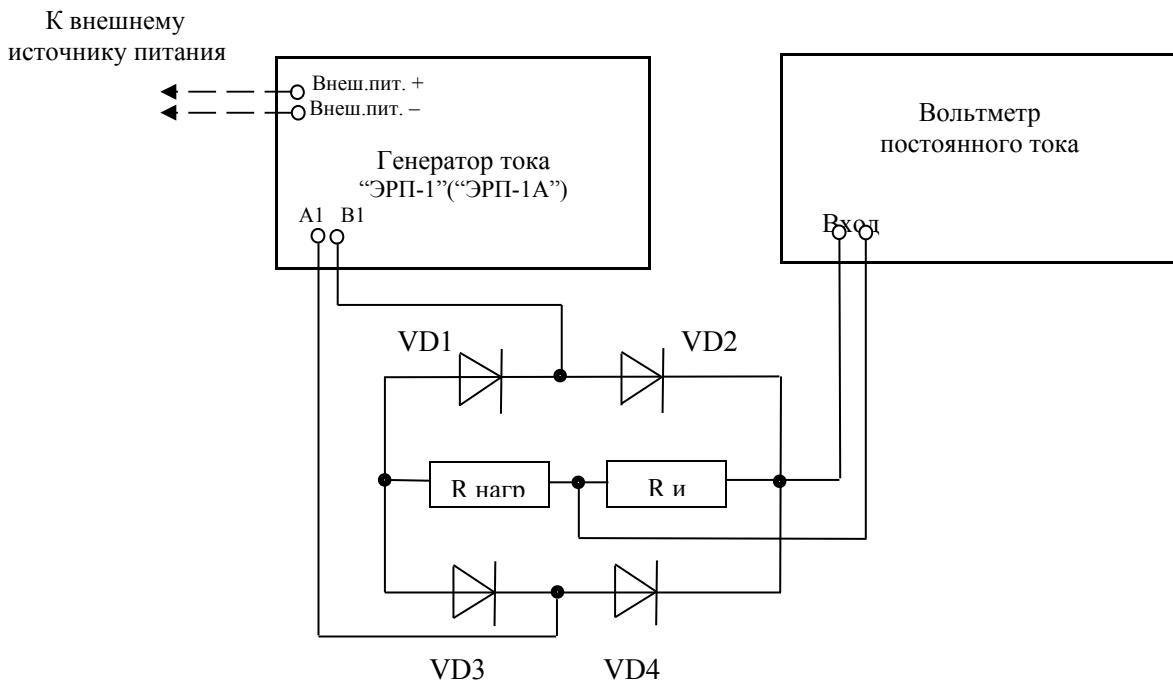

Рисунок 58
8.3.5.5.2 Подключить к генератору резистор нагрузки $R_{\text{НАГР}}$, измерительный резистор R_i 8Е16 1 Ом, диоды VD1 – VD4 HER208 и вольтметр В7-78/1 согласно схеме, приведенной на рисунке (Рисунок 58). Тип и значение номинального сопротивление резистора нагрузки $R_{\text{НАГР}}$ для различных значений амплитуды выходного тока приведены в таблице (Таблица 9).